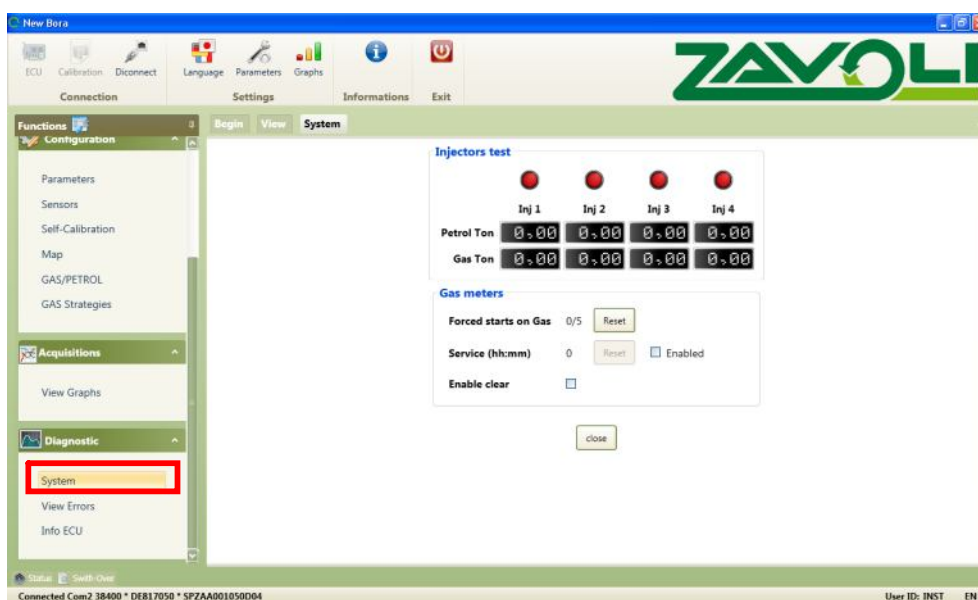

Fig.8.1-2
8.1 Системмы: На этой странице вы можете получить доступ к инжекторам и проверить работу системы, рисунок 8.1-2.